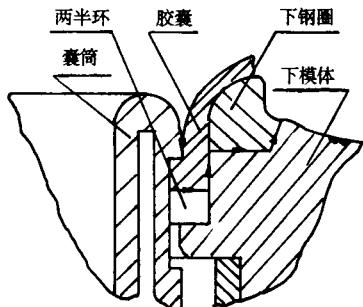
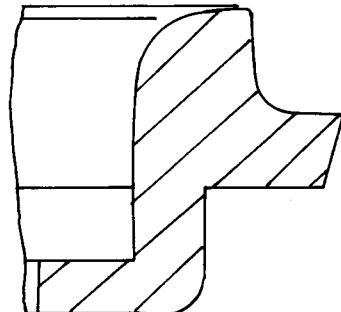
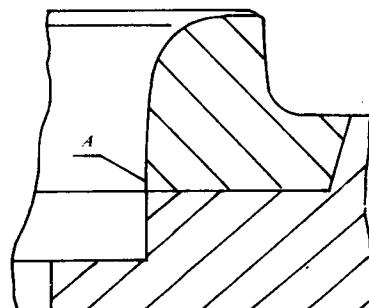

图3 过热水流失方向示意图
图4 整体式钢圈示意图
图5 分体式钢圈示意图
与模体接触部位要研磨密合。由于设备生产厂家的疏忽,使得二者间存在间隙,硫化时,在内压作用下,过热水从两半环对接处跑出,经模体与钢圈间隙,窜至型腔(钢圈与模型分型面处)。由于该处位置较高,过热水流向胎侧至防水线处并在此处聚集(见图3),使得该部位温度低于胶料的正常硫化温度,造成产品局部欠硫。因此,建议钢圈形状作如下调整:①在胶囊安装部位采用整体形状,如图4所示;②如采用分体式,加工后在A处焊接,如图5所示。采用上述两条措施之一,即可从根本上解决钢圈模体分型面处漏水造成的产品质量问题。